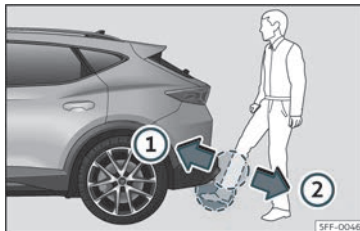

Fig. 80 Porta del maleter amb obertura controlada per sensor (Easy Open).
- Amb un moviment ràpid, apropau un peu i la part inferior de la cama al para-xocs tant com pugueu. La part inferior de la cama ha d'acostar-se a la zona del sensor superior, i el peu, a la zona del sensor inferior »» **fig. 80 ①**.
- Traieu ràpidament el peu i la part inferior de la cama de les zones dels sensors »» **fig. 80 ②**. La porta posterior s'obre automàticament.